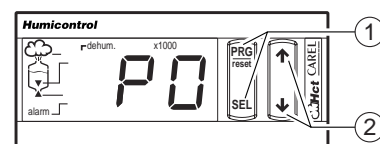

Рис. 11.2.1
1. Нажмите и удерживайте кнопку PRG в течение 5 сек до появления кода P0, соответствующий коду первого параметра (см. рис. 11.2.1);